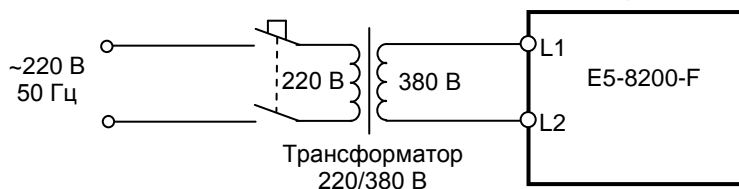

Рис. 4.9. Подключение ПЧ к электросети 1Ф ~220 В через трансформатор 220/380
4.8.1. Подключить ПЧ E5-8200-F-005H (-007H) к электросети 3Ф ~380 В (или к сети 1Ф ~220 В через трансформатор 220/380 В, как показано на рис. 4.9).